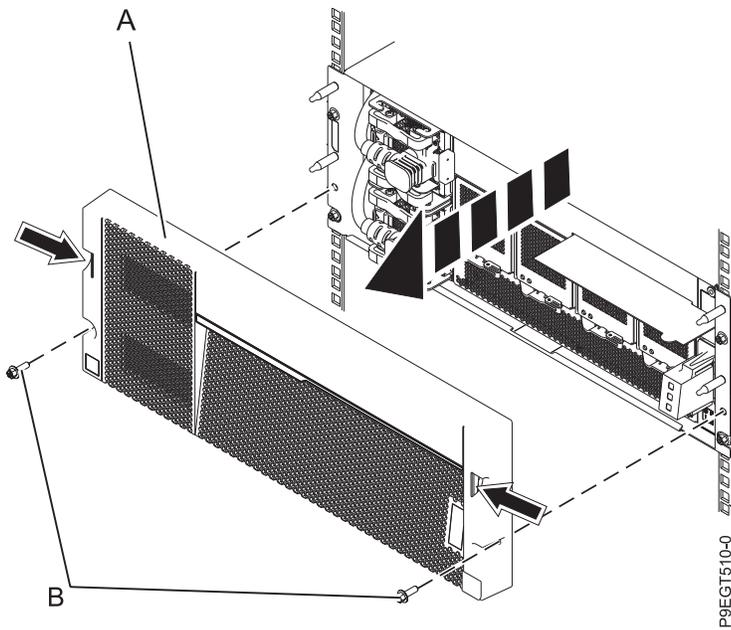

Figura 1. Extracción de la cubierta frontal
3. Extraiga la cubierta frontal quitando los tornillos **(B)** y tire luego de la cubierta frontal **(A)** sacándola del cajón de expansión PCIe3 EMX0 con los dedos. Consulte la Figura 1 en la página 2.